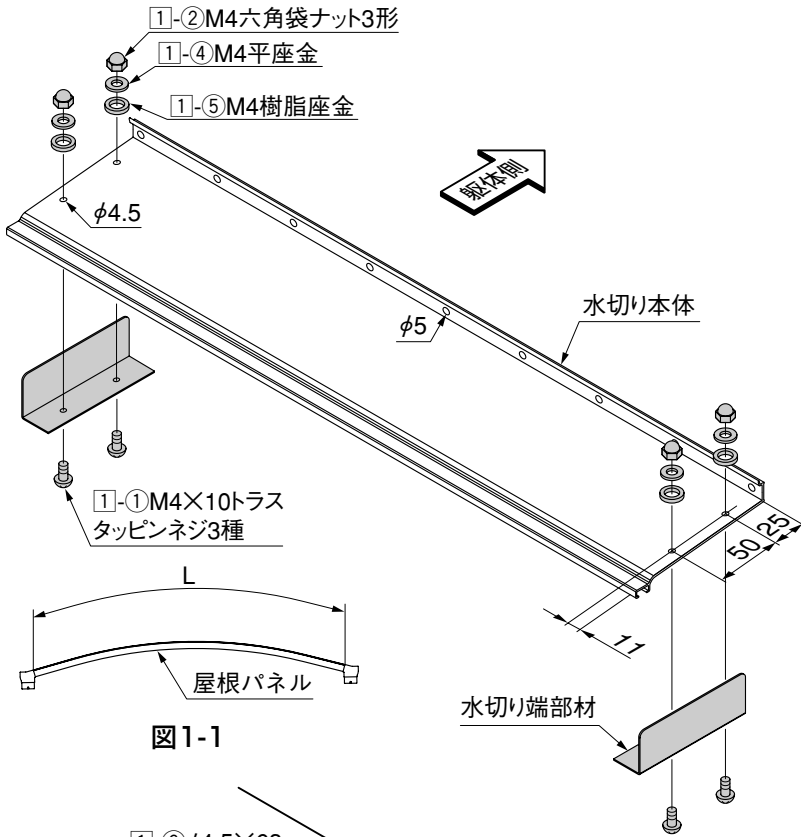

図1-1
- ① 図1-1を参照して、屋根パネルに合わせてL寸法を実測してください。
- ② 水切り本体をL寸法で切断してください。